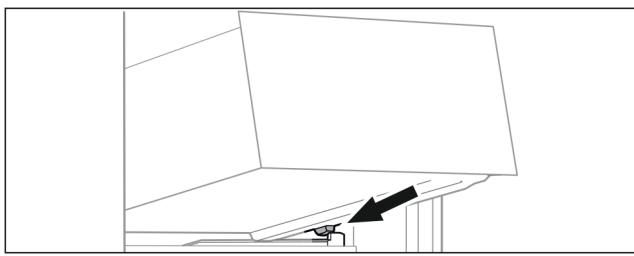

Fig. 55
- Встановіть висувний ящик за стопорами на ребро для резервуару навскоси. (див. Fig. 55)